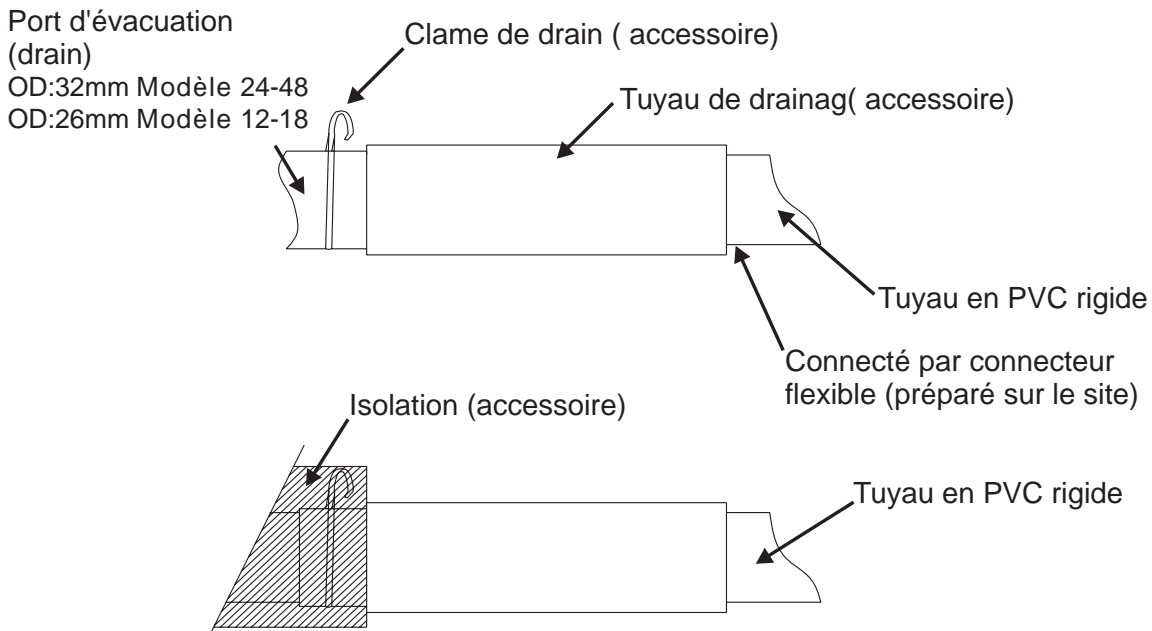

Figure 10
3. Insérez le tuyau de vidange jusqu'à ce qu'il se connecte correctement au port de drainage puis fixez-le de manière sécurisée avec la clame de tuyau (préparé sur le site)(Figure 10)
4. Après avoir vérifié le drainage, enveloppez le tuyau de vidange avec l'isolant et les clames (préparé sur le site). (Figure.10)